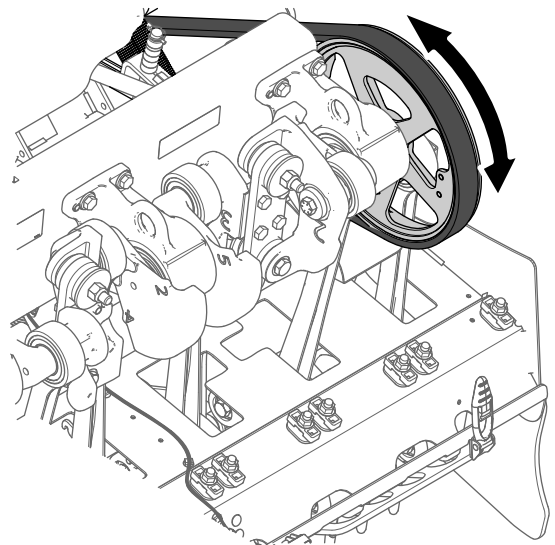
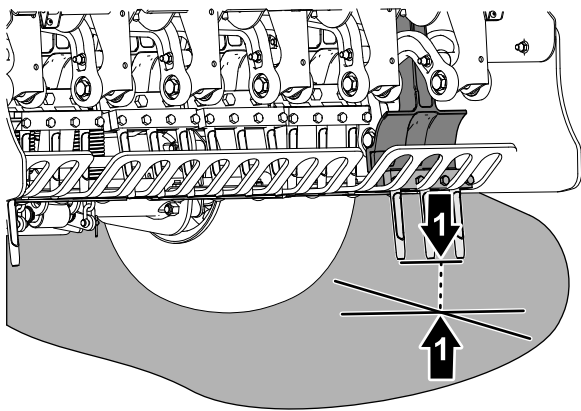

Figura 63
Figura 64
4. Rotiți roata de antrenare a capului de carotaj (Figura 63) până când dinii cei mai exteriori sunt aliniați cel mai aproape de sol (Figura 64).